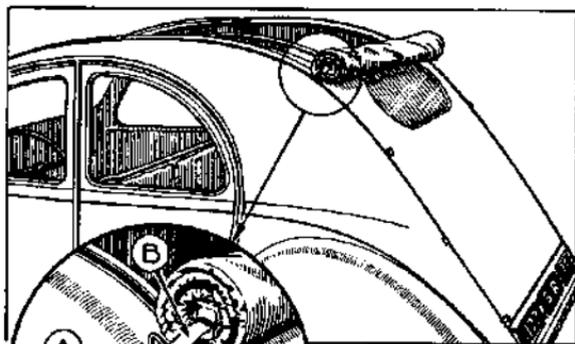

Fig. 26.
B. — Capote à bagages : se manœuvre de la même façon (fig. 26).